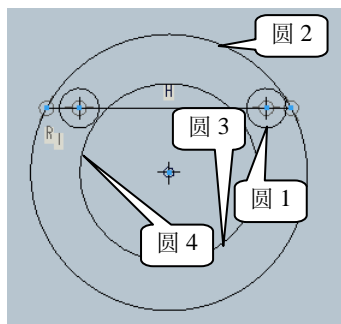

图 2-12 选择约束
(15) 单击草绘工具栏中的“施加约束”按钮打开“约束”对话框，然后单击其中的“使两图元相切”按钮, 再分别单击图 2-12 中所示的圆 1 与圆 2、圆 1 与圆 3、圆 4 与圆 2、圆 4 与圆 3，使之两两相切，结果如图 2-13 所示。